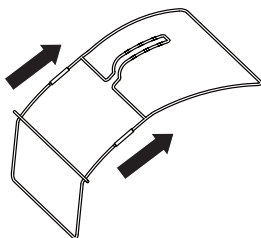

Fig.8
- > Rattachez les deux parties du cadre de bac de récupération du gazon [5] (Fig. 8).